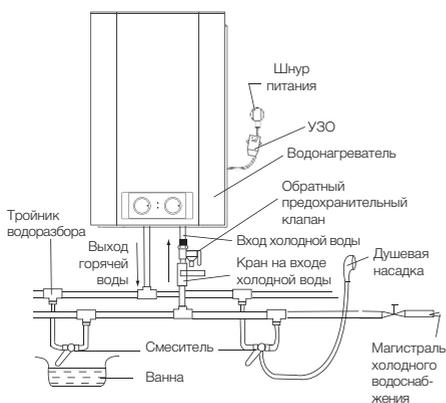

Рис. 7.
- Если необходимо реализовать многоканальную систему водоснабжения, используйте способ соединения (см. рис. 7 и 8).